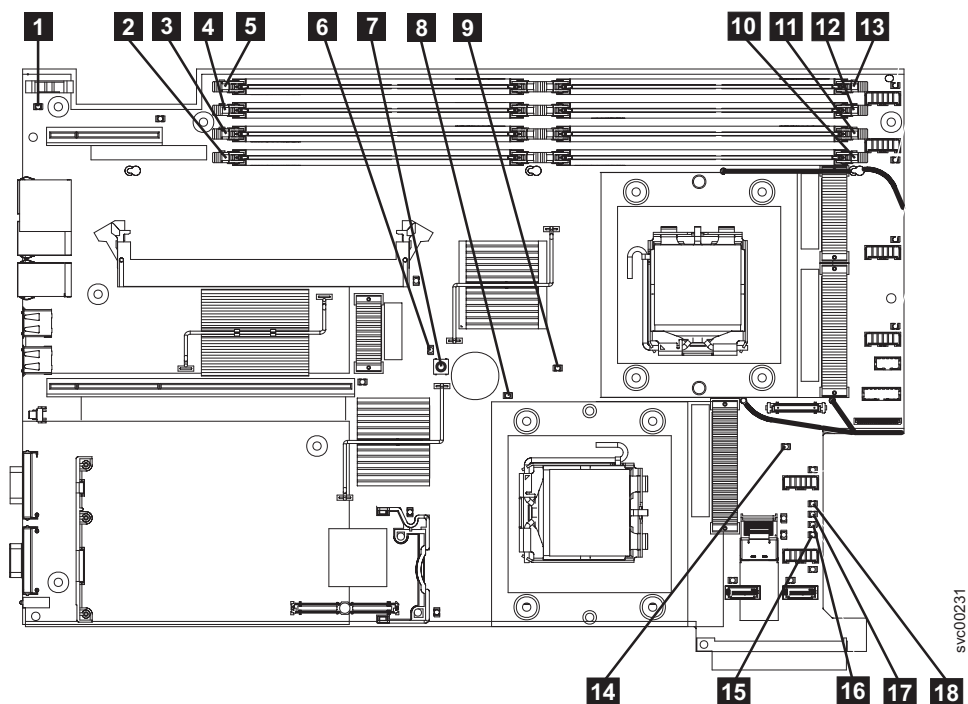

図98. SAN ボリューム・コントローラー 2145-8G4 システム・ボードの鳥かん図
**はい** 489 ページの表 28 を参照にして、特定なライト・パス診断 LED 用に指定されたアクションを実行して、ステップ 3 (490 ページ) に進みます。アクションによっては、システム・ボード上の LED 状態を監視している必要があります。488 ページの図 98 は、システム・ボード LED の位置を示しています。ファン LED はそれぞれのファンに隣接して配置されています。必要な LED を表示するには以下を行います。
- d. ライト・パス診断ボタン (488 ページの図 98の **7**) を押します。